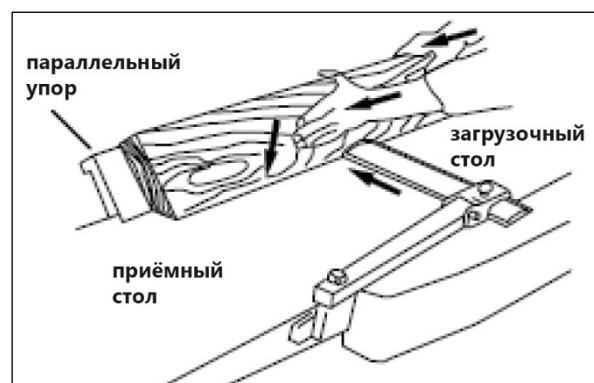

Рисунок 24.
- Пропустите заготовку через ножевой вал, убедившись, что поверхность заготовки плотно прилегает к упору, а кромка плотно прилегает к столу подачи и приёма (рис. 24).